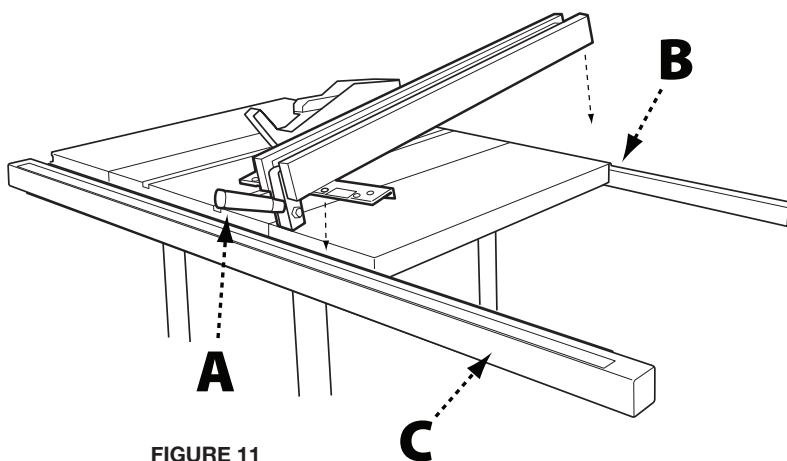

FIGURE 11
1. Placer le guide sur son tube, relever le levier de serrage du guide (A), puis placer le guide au-dessus du rail arrière du guide (B) tel illustré en Figure 11.
2. Enfoncer délicatement le guide sur son tube (C).